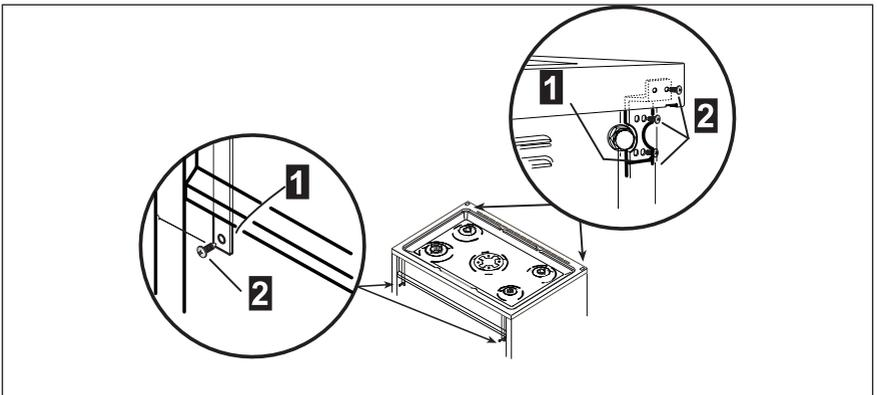

fig. 14
- Dévissez les vis **2** de fixation (fig. 14) qui bloquent le panneau avant sur le châssis avant alors glisser hors des supports de fixation supérieurs. **1**
- Dévissez les vis **2** de fixation (fig. 14) qui bloquent la table à l'arrière et le retirer.